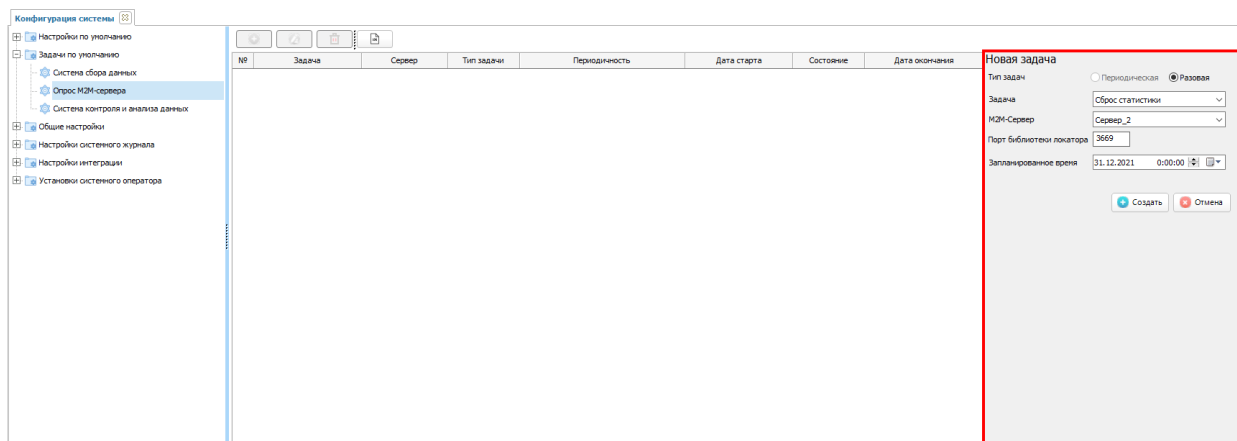

Рисунок 221 – Задача «Сброс статистики»
- «Сброс статистики» – при выполнении данной задачи будет произведен сброс информации о ранее переданных данных по каналу M2M-сервер. В соответствующих полях окна указать настройки, необходимые для работы с M2M-сервером, а также дату и время выполнения данной задачи. После заполнения всех необходимых полей нажать кнопку **Создать** (см. рисунок 221).